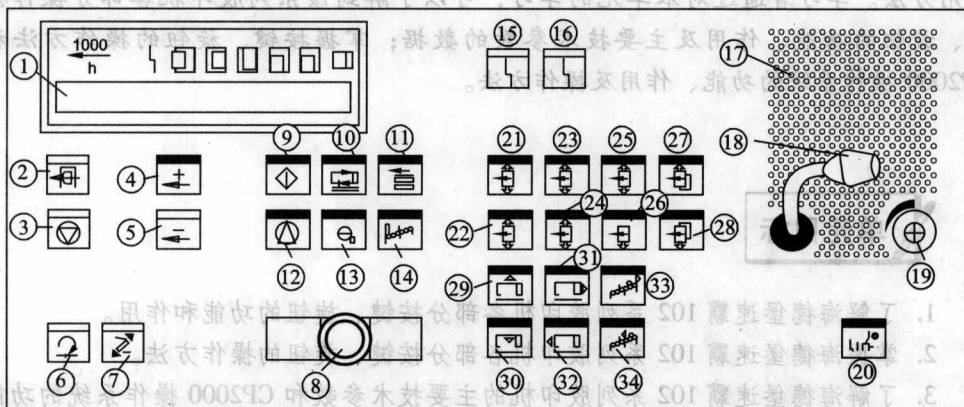

图 1-1 输纸控制台
海德堡速霸 102 系列胶印机输纸部分控制台按键如图 1-1 所示, 其中各按键的功能与作用如下: ①—印刷机信息显示屏 (MID); ②—生产按钮; ③—停止按钮; ④—加速按钮; ⑤—减速按钮; ⑥—正点按钮; ⑦—安全开关; ⑧—紧急停机按钮; ⑨—运转按钮; ⑩—输纸器开按钮; ⑪—进纸按钮; ⑫—风泵开关; ⑬—着水辊离合键; ⑭—走纸故障; ⑮—红灯错误显示; ⑯—蓝灯错误显示; ⑰—扩音器; ⑱—麦克风; ⑲—音量调节键; ⑳—内部通话系统; ㉑、㉒—来去方向移动纸堆挡板; ㉓、㉔—侧挡纸堆位置调节键; ㉕、㉖—主纸堆校正; ㉗、㉘—副纸堆校正; ㉙、㉚—吸气头高度调节; ㉛、㉜—吸气头宽度调节; ㉝、㉞—输纸器台板定位轮调整。